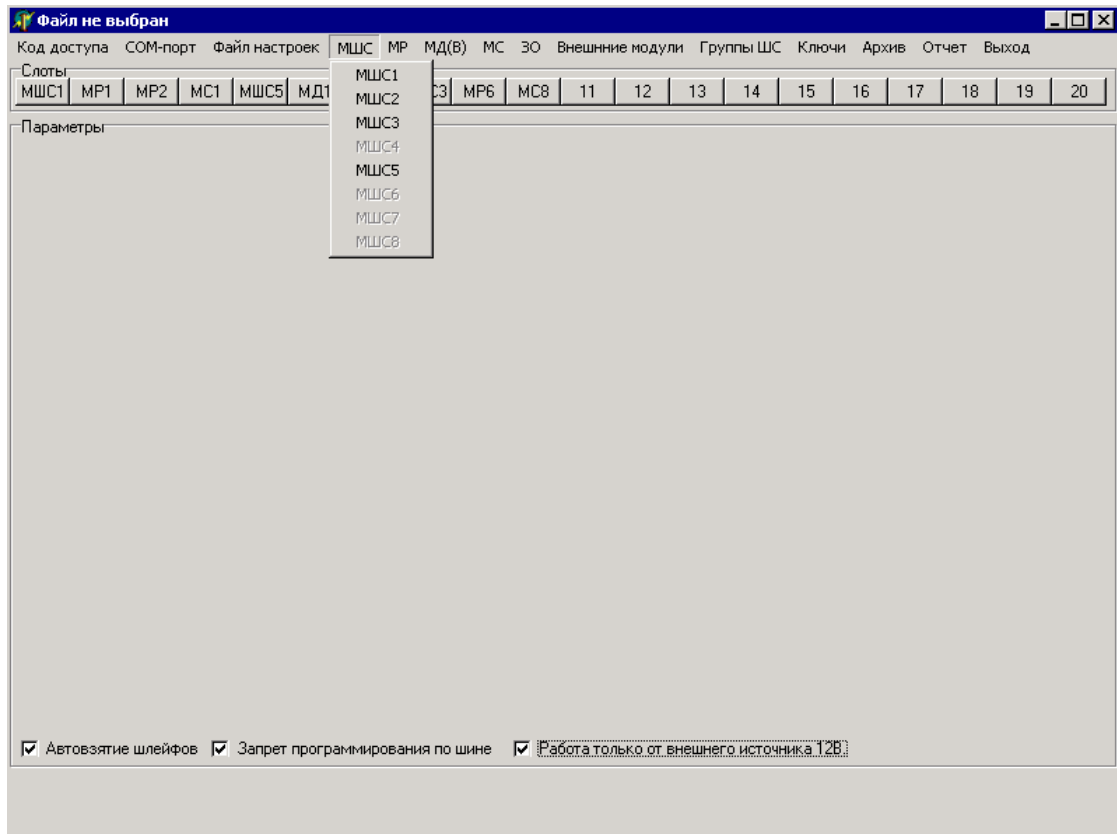

Рисунок 7
2.1.3.3 После установки внутренних и внешних модулей в командах главного меню «МШС», «МР» и «МС» автоматически формируются выпадающие списки, состоящие из внутренних модулей, реально включенных в конфигурацию прибора и размещенных на кнопках панели «Слоты» (рисунок 7).